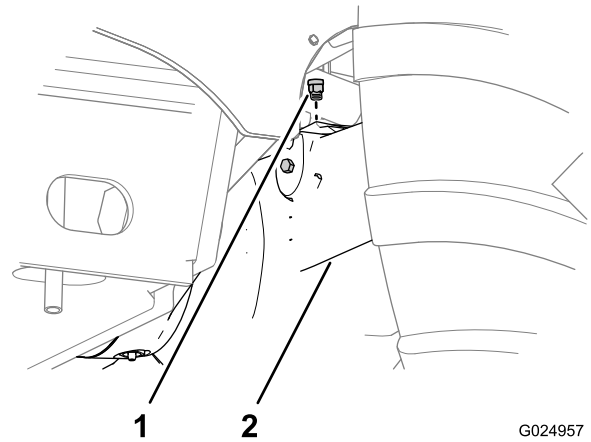
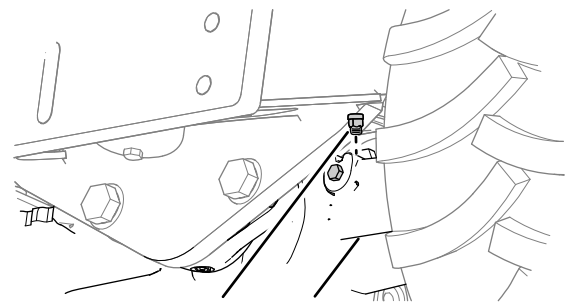

Рисунок 97
Рисунок 98
- Очистите поверхность вокруг сапунов с помощью очищающего растворителя (Рисунок 97 и Рисунок 98).
- Снимите сапуны с переднего и заднего моста (Рисунок 97 и Рисунок 98).
- Установите сапуны в передний и задний мосты (Рисунок 97 и Рисунок 98).